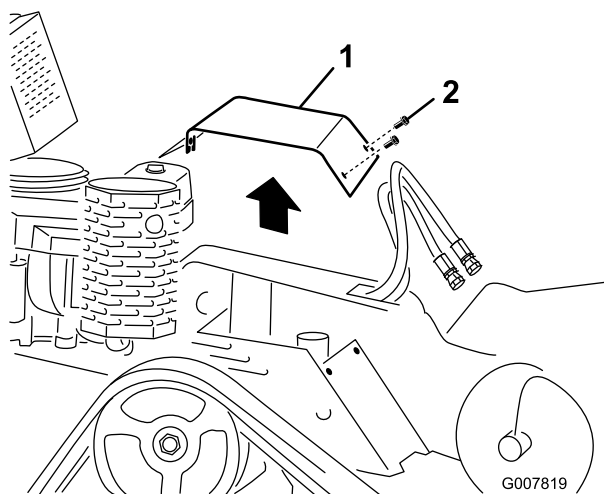

Bild 25
3. Entfernen Sie die drei Schrauben, mit denen die Abdeckplatte am Rahmen befestigt ist (Bild 25).
2. Schieben Sie die Abdeckplatte in die richtige Stellung und befestigen Sie sie mit den drei vorher entfernten Schrauben (Bild 25).